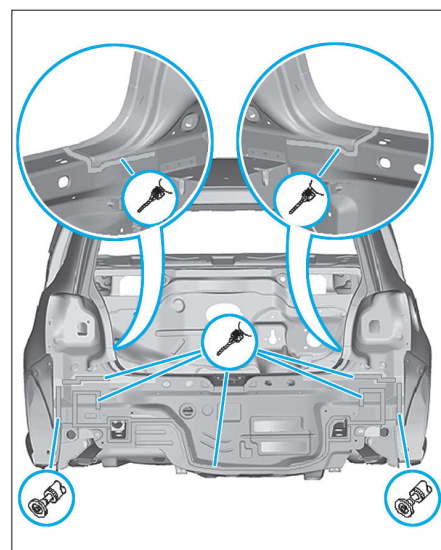

FIG. 115
- Dépointer la jupe arrière (Fig.115).